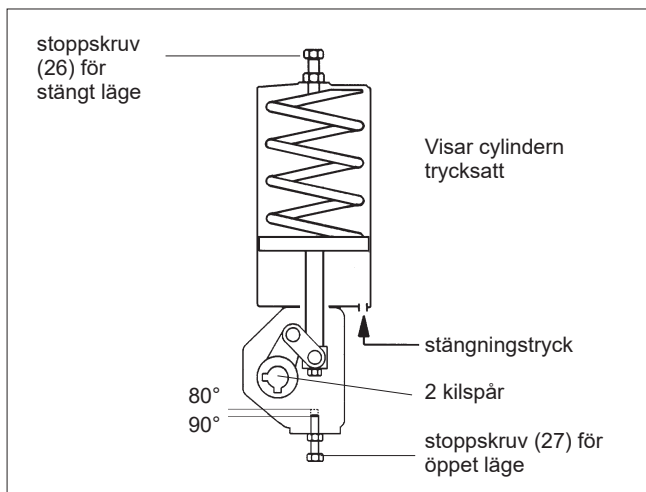

Fig. 7 B1JA-manöverdon
Montera manöverdonet på ventilen med kolven i cylinderns nedre ände och ventilen i öppet läge, se fig. 7. Cylindern måste vara trycklös och luftportarna öppna. Justera inställningen för öppet läge med hjälp av stoppskruven (27) på husets undersida. Inställningen för närläge justeras med stoppskruven (26) i cylinderns ände medan manöverdonet är trycksatt och kolven är i övre läge.